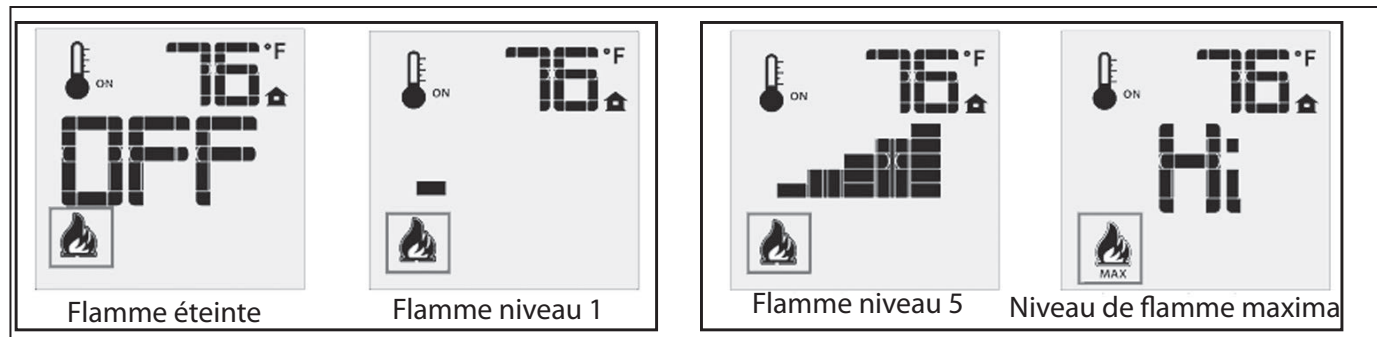

Figure 11 : Niveaux de flamme de la télécommande.
Le Proflame 2 GTMF possède six (6) niveaux de flamme. Lorsque le système est allumé et que le niveau de flamme est au maximum dans l'appareil, appuyez une fois sur la touche fléchée vers le bas pour réduire la hauteur de la flamme d'un cran jusqu'à ce que la flamme soit éteinte. La touche fléchée vers le haut augmente la hauteur de la flamme à chaque fois qu'elle est enfoncée. Si la touche fléchée vers le haut est enfoncée alors que le système est allumé mais que la flamme est éteinte, la flamme s'allumera en position haute (voir la figure 11 ci-dessous). Un seul « bip » confirmera la réception de la commande.